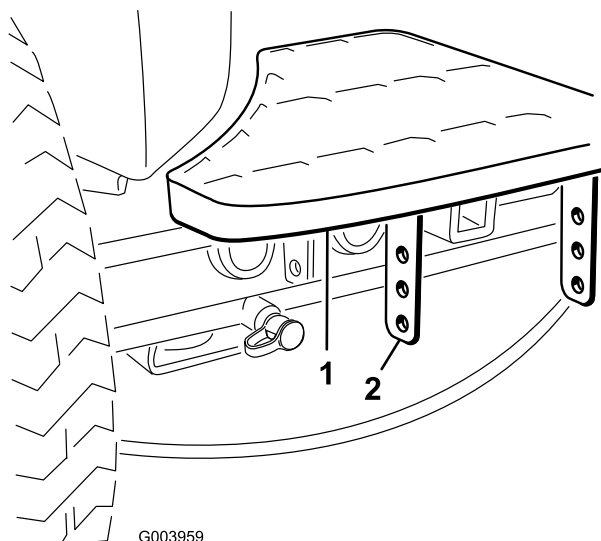

Figura 2
1. Togliete i due bulloni e i dadi che fissano le staffe dei gradini al telaio del trattorino (Figura 2).